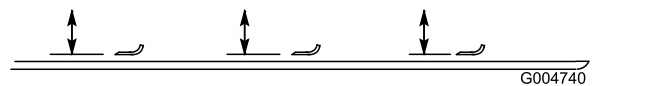

Figura 24
3. Gire la cuchilla hasta que los extremos estén orientados hacia adelante y hacia atrás, y mida desde el interior de la unidad de corte al filo de corte en la parte delantera de la cuchilla (**Figura 24**).